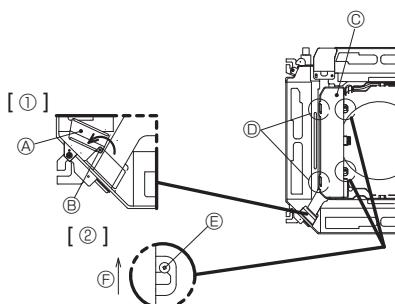

Fig. 5-4
1. Ослабьте один винт, фиксирующий сервисную панель электропроводки на кабельном вводе (питающий провод дополнительного КОМПЛЕКТА КЛАПАНА), и затем поверните сервисную панель в положение, указанное на диаграмме. [Fig. 5-4 ①]
2. Ослабьте 2 винта, крепящих крышку распределительного щита, а затем сдвиньте ее. [Fig. 5-4 ②]